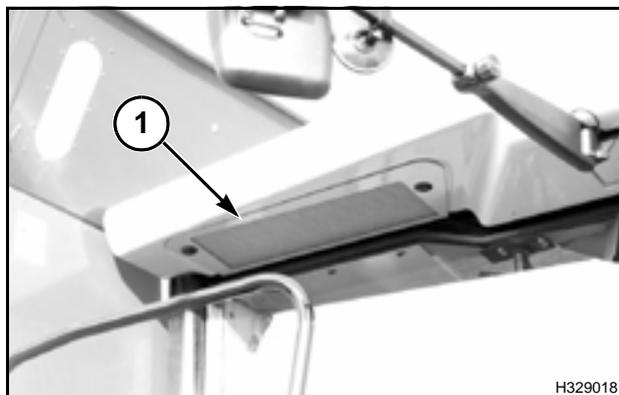

FIG. 57
FIG. 57: Un filtro de papel plegado (1) ubicado cerca del lado derecho de la cabina, filtra el aire que ingresa al aire acondicionado o a la calefacción. El filtro puede ser quitado girándose las tuercas de fijación ubicadas en la cubierta en el sentido antihorario.